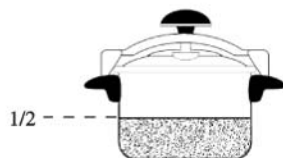

FIG.A2
2. Para cocinar alimentos que aumentan el volumen al cocer, como sopa, arroz o algunos vegetales, no debe llenar la olla más de la mitad (1/2) de su capacidad. (FIG. A2)